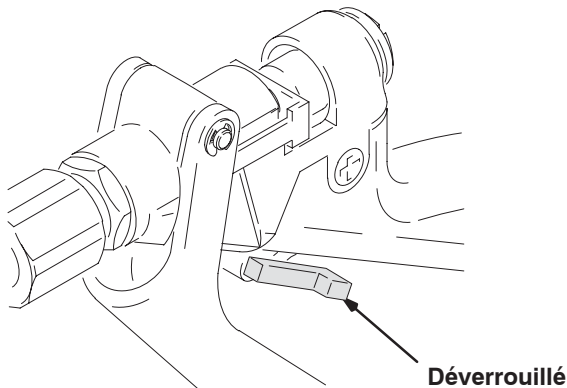

Fig. 2
3. Maintenir le pistolet par l'une de ses parties métalliques fermement appuyée contre la paroi d'un récipient métallique de récupération mis à la terre. Dégager le verrou de gâchette en le tournant vers l'arrière. Voir Fig. 2. Appuyer sur la gâchette du dispositif pour décompresser.
Pour déverrouiller le verrou de gâchette, tourner le verrou vers la poignée comme illustré Fig. 2.